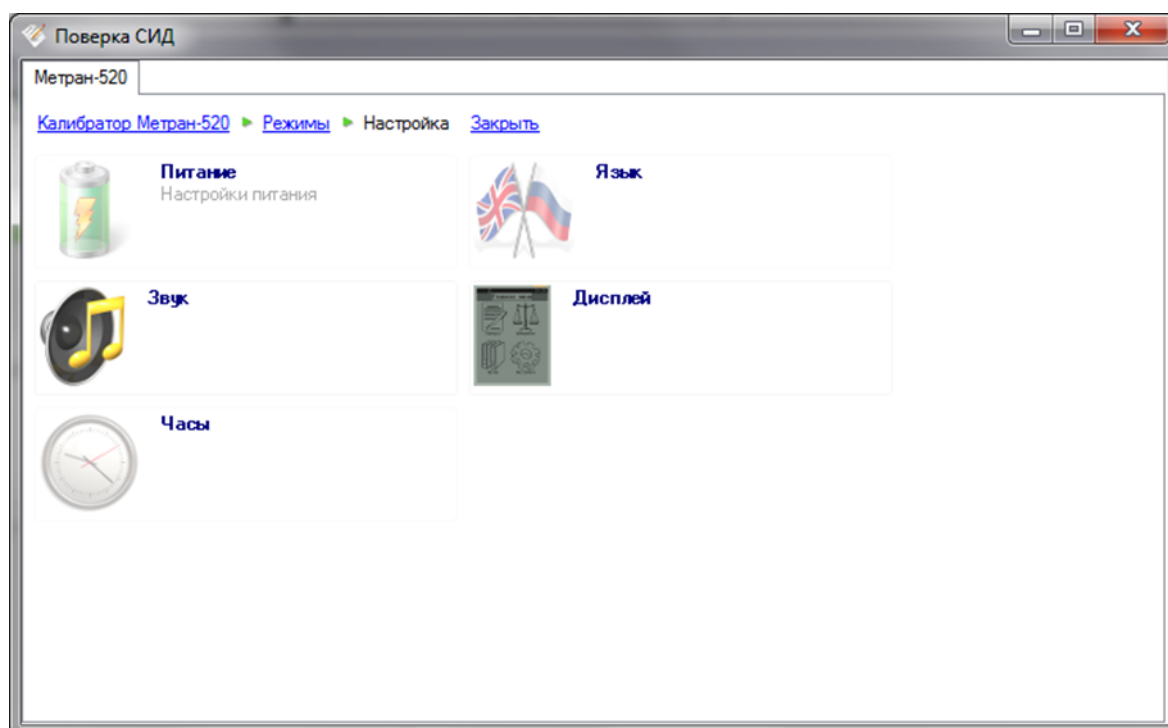

Рисунок 4.119 – Режим работы с прибором Метран-520 (Настройка)
- Настройка (см. Рисунок 4.119);
Программа в режиме «Настройка» позволяет управлять настройками калибратора «Метран-520». В данном режиме изображение с дисплея калибратора проецируется в окне ПО «Поверка «СИД» (см. Рисунок 4.119).